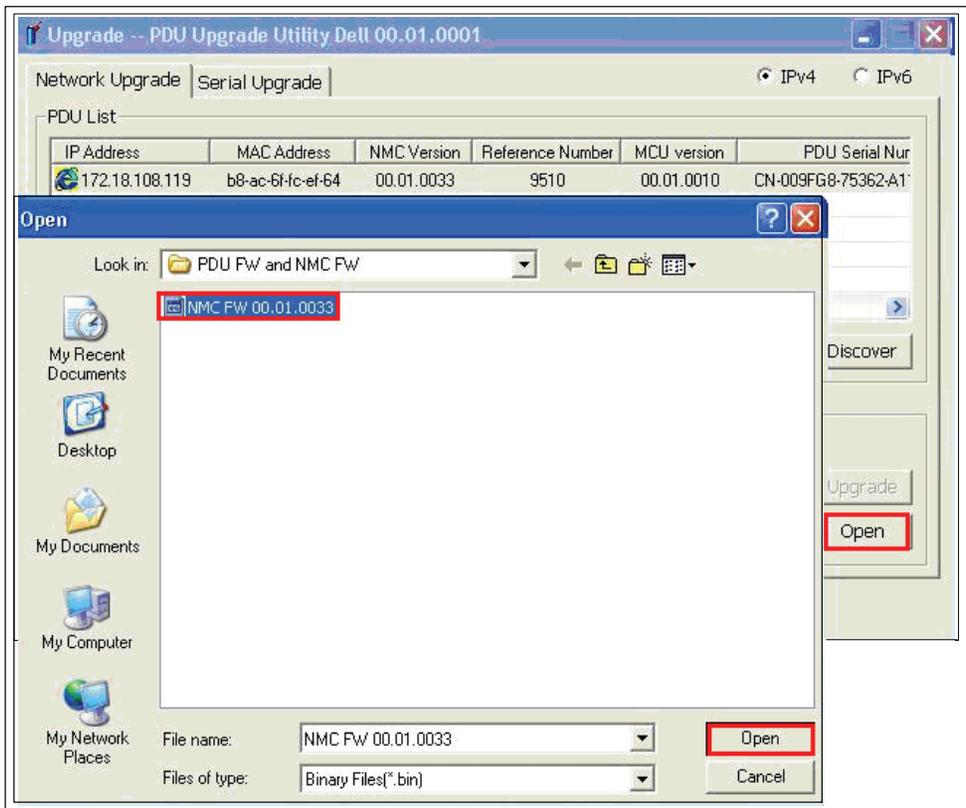

Figure 10. Sélection du fichier de mise à niveau du micrologiciel
- 10 Cliquez sur **Open** pour afficher une liste des fichiers de mise à niveau valides du micrologiciel NMC. Sélectionnez le fichier à utiliser pour cette mise à niveau flash (voir Figure 10).